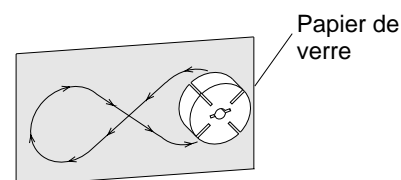

Figure 26 - Ponçage du rotor
14. Placer une feuille de papier de verre fin (600) sur une surface plate. Poncer légèrement le rotor sur la feuille d'un mouvement en forme de "8" (voir figure 26). Répéter quatre fois.